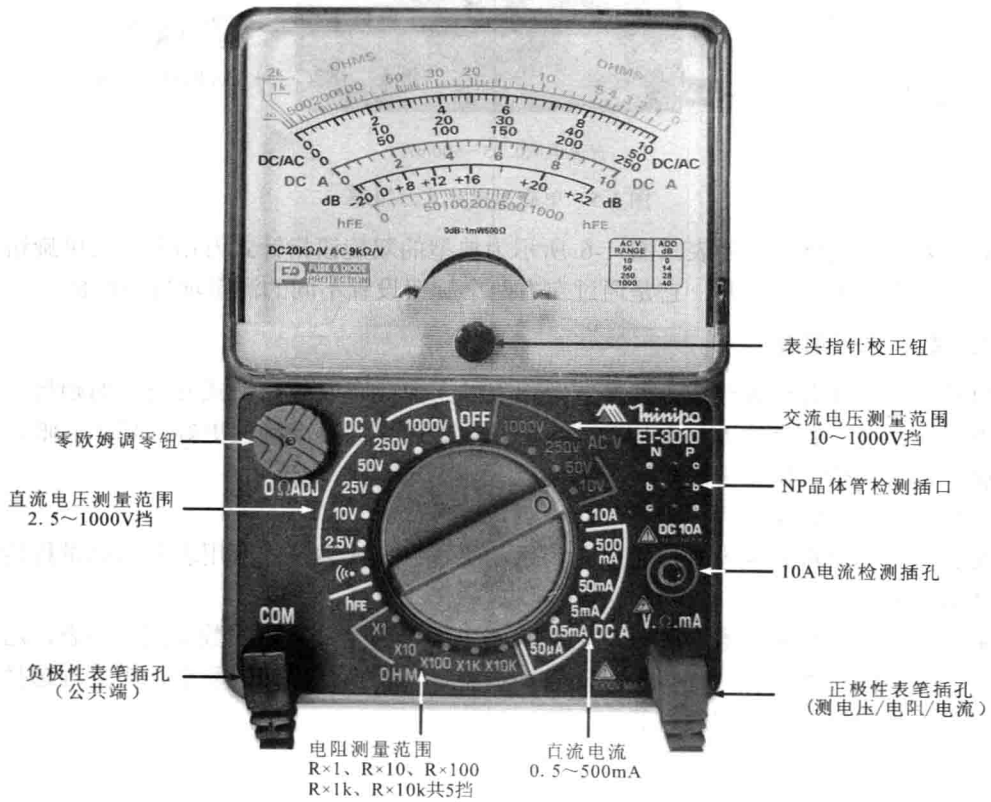

图 1-4 多功能指针式万用表
- 多功能指针式万用表就是将上述单一功能的万用表综合制作到一起,使其具有多种测量功能,也就是常用的指针式万用表,其外形实物如图 1-4 所示。